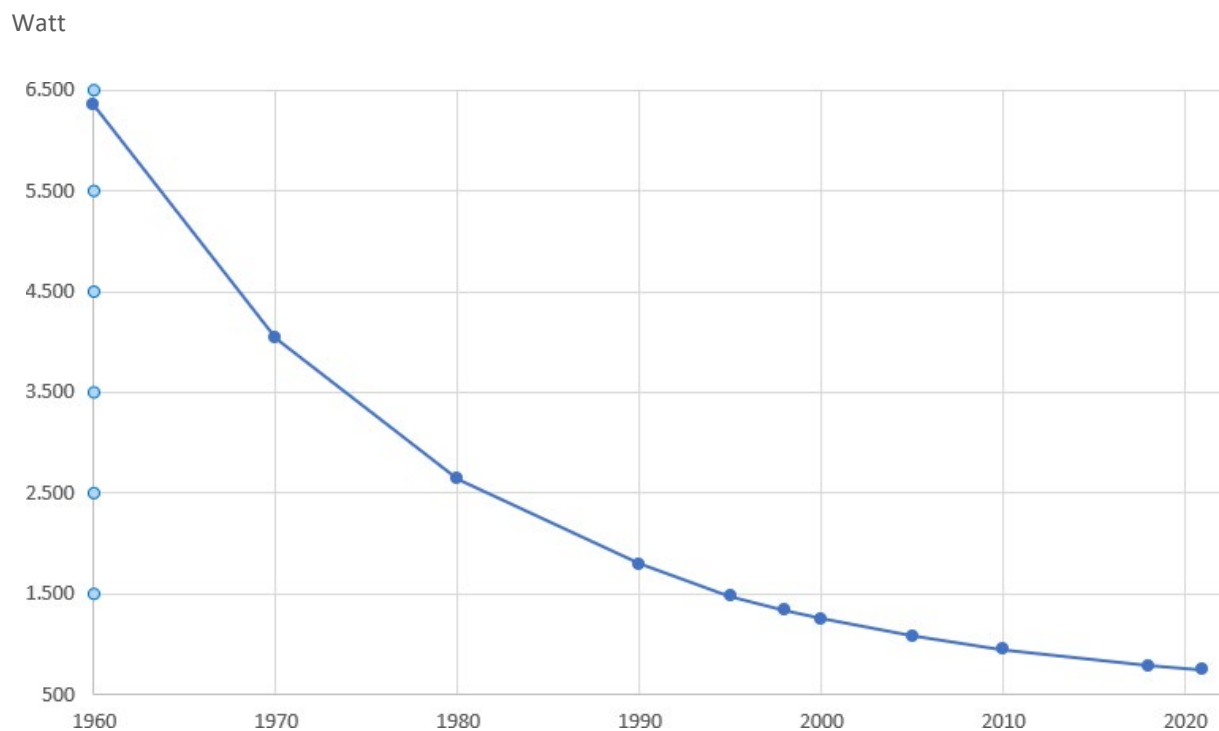

fig. 2. luchtdichtheid- en ventilatieverliezen van nieuwbouw woningen vanaf 1960 tot 2020
- b. Luchtdichtheid van het gebouw of anders gezegd, hoe lek is een gebouw? Zie fig. 2 op blz. 10.
- d. Lage temperatuur (LT) warmte-afgiftesysteem via LT-radiatoren en/of vloerverwarming. Vloerverwarmingsleidingen met een onderlinge afstand van max. 10 cm met max. aanvoertemperatuur van 35 gr.